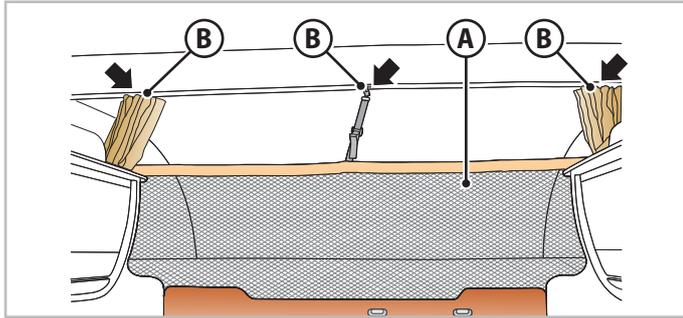
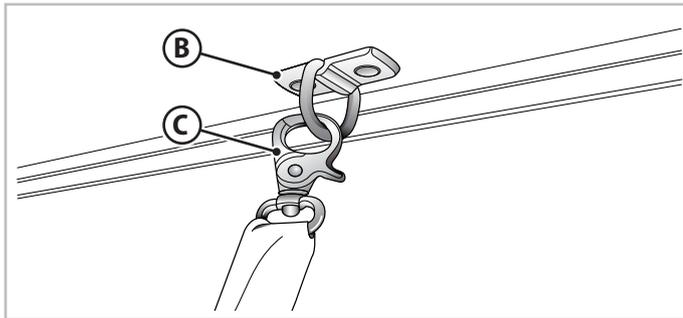

Abb. 6.22 - Sicherheitsnetz des Kippbetts
Abb. 6.23 - Haken für Sicherheitsnetz
- Befestigen Sie das Sicherheitsnetz (**A** - Abb. 6.22) mit den Haken (**B** - Abb. 6.22 e Abb. 6.23) an den entsprechenden Ringen (**C** - Abb. 6.23).